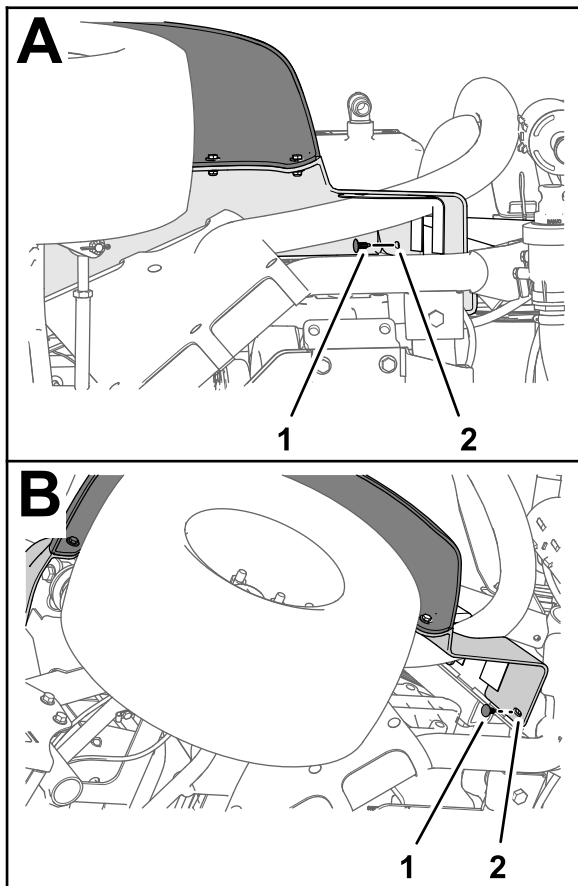

Figura 218
- Sujete el guardabarros al perfil del bastidor con las 2 grapas (Figura 218).